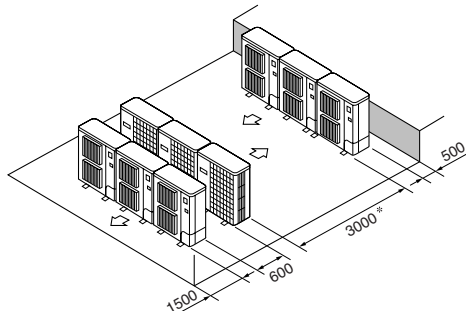

Fig. 2-13
- ⑥ Çoklu paralel ünite düzeni (Fig. 2-13)